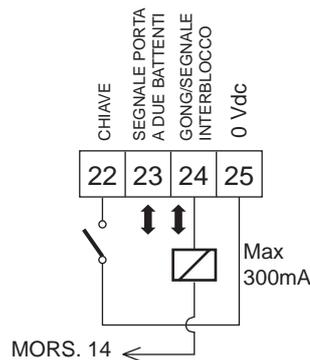

Fig. 22
22. **Comando d'apertura "CHIAVE" (fig. 22)** : si intende qualsiasi dispositivo che, chiudendo un contatto per più di 3 secondi, comanda un'apertura della porta in qualunque funzione operativa selezionata.
23. **Uscita per applicazione "PORTA A DUE BATTENTI" (fig. 22):** vedi paragrafo 9.2
24. **Uscita per segnalazione sonora GONG/Uscita per applicazione "INTERBLOCCO" (fig. 22):**
L'intervento della sicurezza CH. attiva l'uscita tra i morsetti 14 e 24 per un secondo ad intervalli di 0,5 secondi. L'uscita è idonea a comandare una segnalazione sonora (GONG). Il carico max è di 300 mA (fig.22).